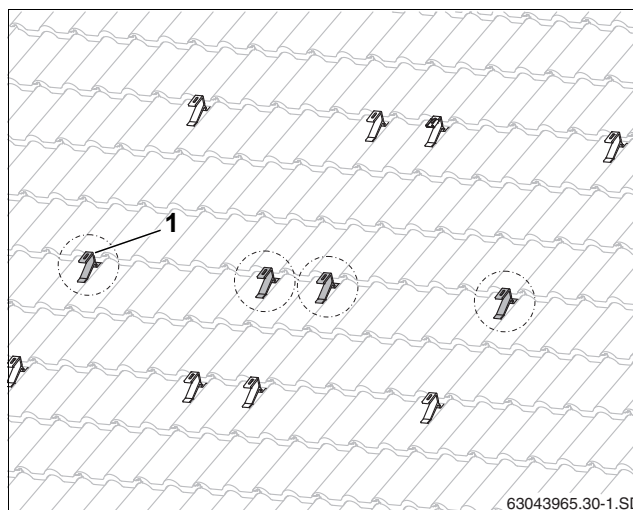

Рис. 28 Дополнительные кровельные крюки для профиля с повышенной снеговой нагрузкой (здесь: для двух коллекторов)
- ▶ Дополнительные кровельные крюки (рис. 28, [1]) крепите, по возможности, посередине между уже установленными верхними и нижними крюками.